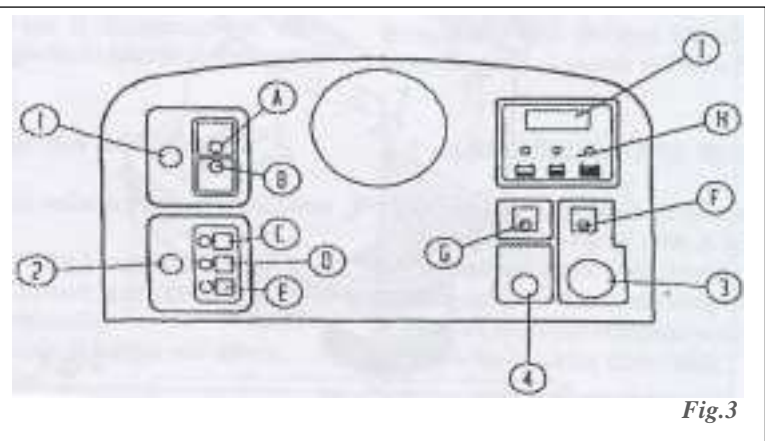

Fig.3
- 4 Placez l'interrupteur général à clé 3 Fig.3 sur ON (le voyant F s'allume).
- 5 Sélectionnez avec le commutateur 1 Fig.3, la direction souhaitée; le voyant correspondant s'allumera.
- 3 Actionnez, si nécessaire, le ventilateur de l'aspirateur avec le commutateur 2 Fig.3.
Ne déchargez pas la batterie au-delà du seuil signalé par le voyant (**H Fig.3**).
Appuyez le bouton **2 Fig. 3** et tenez-le appuyé pour quelques secondes. Répétez l'opération **4 ou 5 fois**.
Avant d'effectuer n'importe quel travail sur la machine, assurez-vous que la même soit éteinte et que toutes ses fonctions soient désactivées, pour obtenir ça placez l'interrupteur à clé **3 Fig.3** en position de **OFF**.